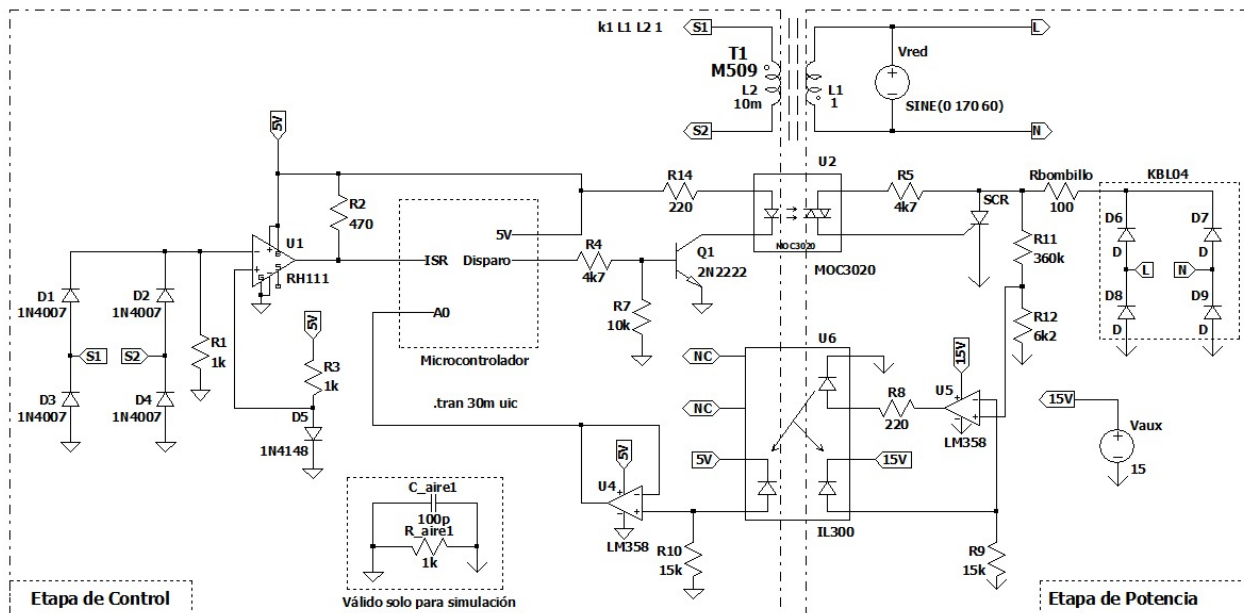

Figura 1: Circuito de control por fase con SCR y Opto-Triac.
Simular el circuito de la figura 1, se recomienda la versión actualizada de LTspice disponible en [1] y hacer/consultar las librerías de los componentes que no se encuentren por defecto en el simulador; la simulación se presenta directamente en el simulador (PC).
Se debe implementar el circuito de la figura 1 en protoboard siguiendo el protocolo de seguridad; el ángulo de disparo (α) se le indicará durante la práctica y las preguntas planteadas en esta sección se deben sustentar durante la misma.